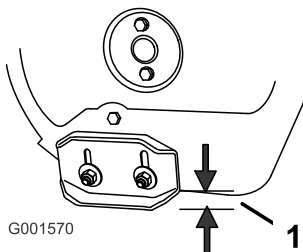

Figure 34
2. Desserrez les écrous de fixation des deux patins aux côtés de la fraise à neige jusqu'à ce que les patins puissent coulisser aisément vers le haut et vers le bas (Figure 34).